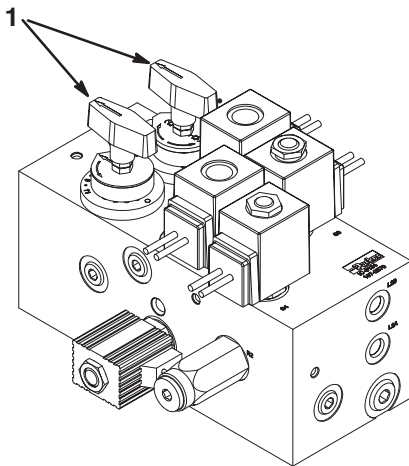

Figure 37
4. Pour régler la vitesse des cylindres, tournez le bouton (Fig. 37) jusqu'à ce que les flèches soient en face du numéro correspondant au réglage voulu.